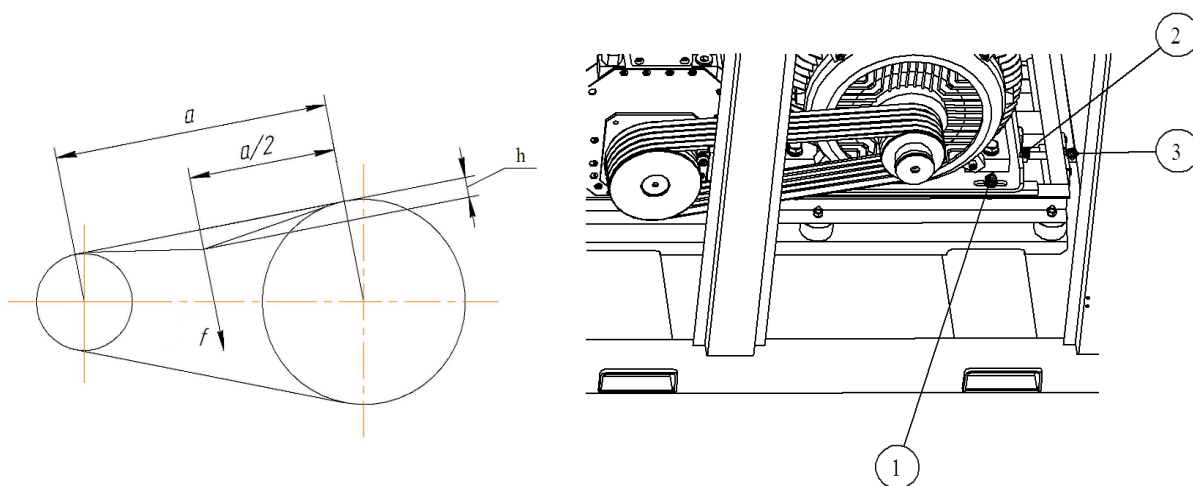

Рис.4 Натяжение ремней
- ослабьте на пол-оборота четыре болта 1 (рис.4) крепления подвижной плиты;
- открутите на несколько оборотов контргайку 2 (рис.4);
- поворотом регулировочного болта (гайки) 3 (рис.4) получите требуемое значение прогиба. Вращением болта по часовой стрелке, если смотреть со стороны головки натяжного болта (гайки), ремень натягивается, против часовой стрелки - ослабляется;